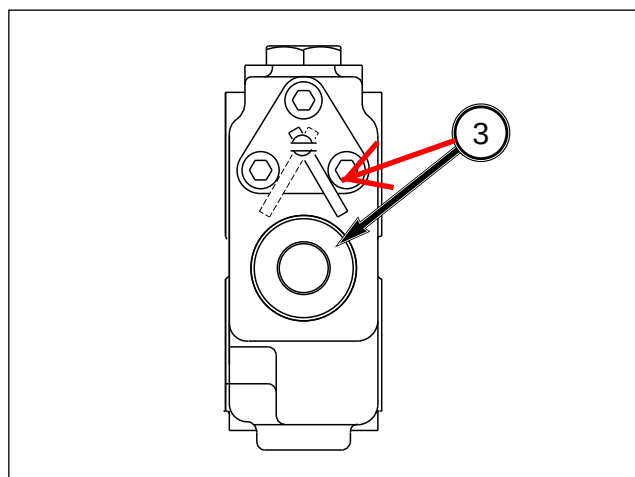

FIG. 69
FIG. 69 : Le sélecteur de fonction (3) doit être tourné vers la gauche. Le sélecteur de fonction se situe à l'arrière droite du tracteur, à l'arrière des distributeurs à tiroir cylindrique.